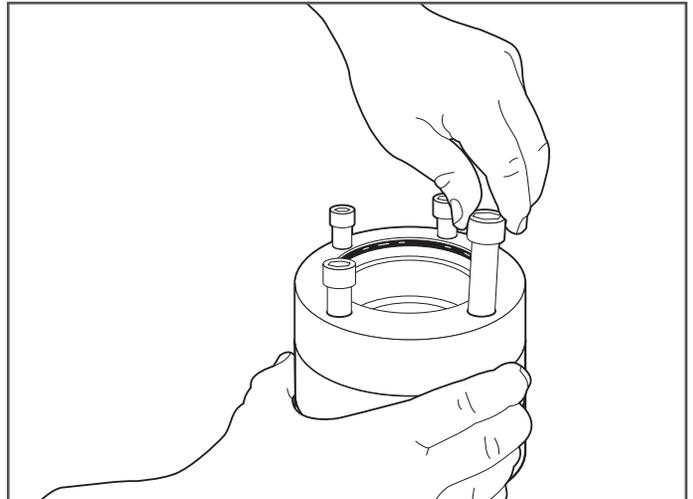

Figura 7-8
9. Retire todos los tornillos con cabeza. (Figura 7-8)